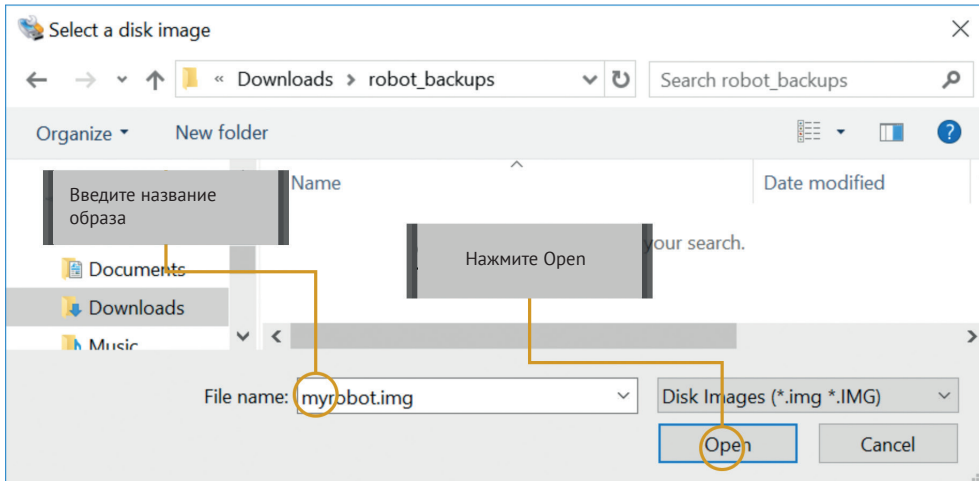

Рис. 5.5. Выбор местоположения файла
4. В поле **File name** (Имя файла) необходимо ввести название образа (у меня myrobot.img), как показано на рис. 5.5. Затем нажмите **Open** (Открыть).